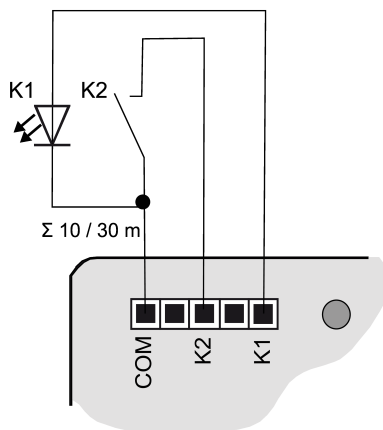
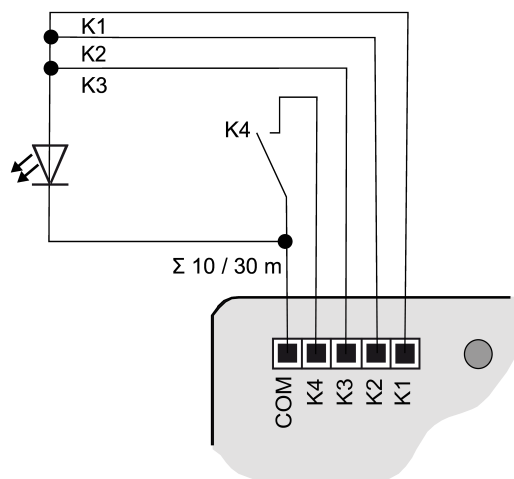

Figura 3: Esempio di collegamento interfaccia tastiera doppia
Figura 6: Esempio di collegamento con uscite collegate in parallelo
- Collegare tasti, interruttori, contatti, LED o NTC in base agli esempi di collegamento con i cavi di collegamento in dotazione (4) (Vedi figura 3) fino a (Vedi figura 6). Gli esempi di collegamento mostrano l'utilizzo con ingressi e uscite.
- i** Per aumentare la corrente di uscita, le uscite possono essere collegate in parallelo con la stessa parametrizzazione, nell'esempio (Vedi figura 6) K1-K3 sono qui collegate in parallelo.